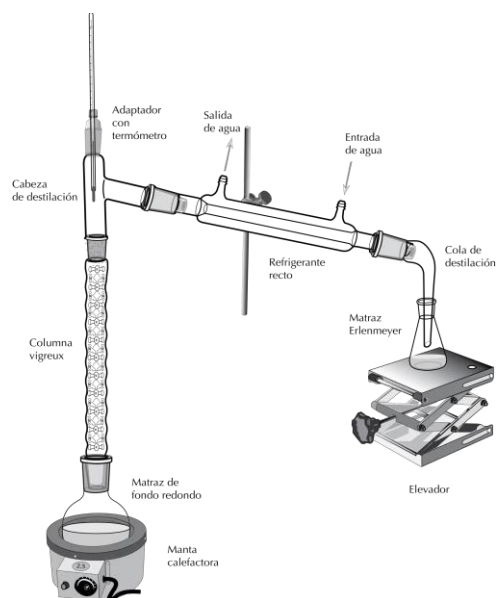

Figura 1. Dispositivo para la destilación fraccionada
2. Arme el dispositivo experimental para la destilación fraccionada (figura 1).